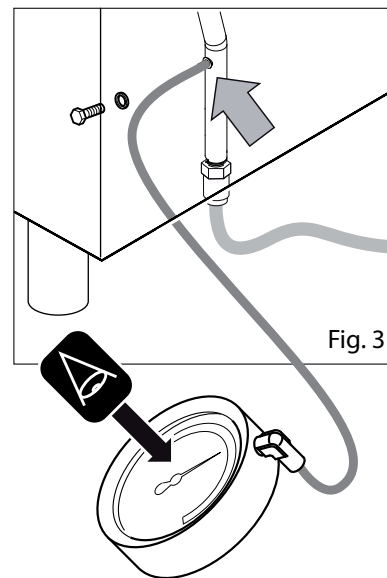

Fig. 3
- Svitare la vite della presa di pressione (Fig. 3);